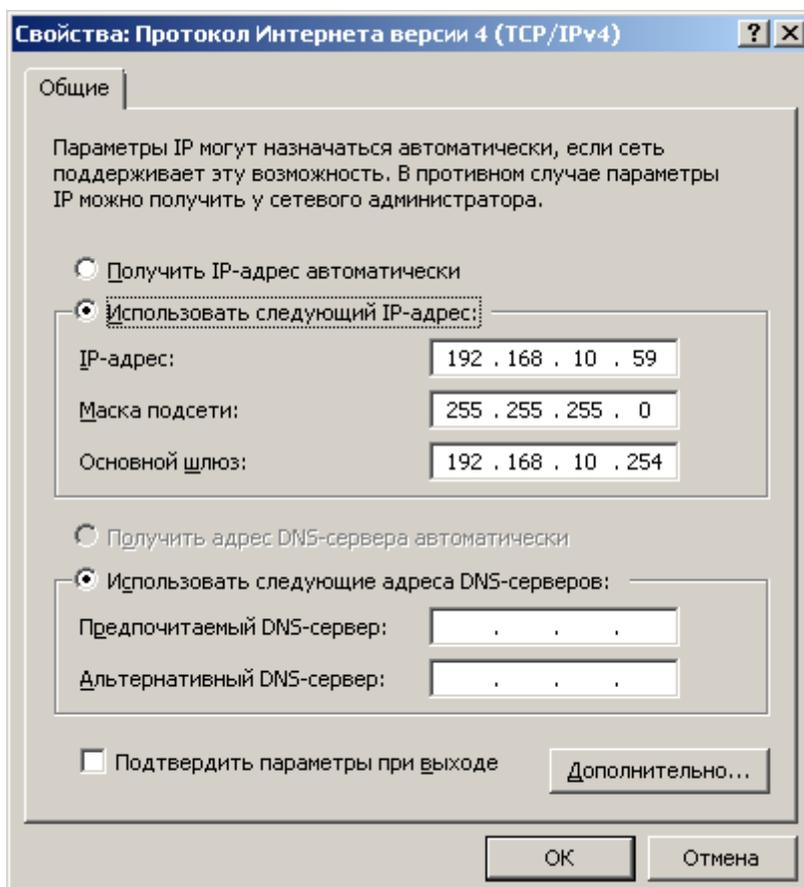

Рис. 3.6. Окно настройки параметров протокола TCP/IP
- в окне вводим параметры «IP-адрес», «Маска подсети», «Основной шлюз», как показано на рис. 3.6 и нажимаем кнопку «ОК». Необходимо отметить, что данные параметры будут отличаться в зависимости от адресации и топологии используемой